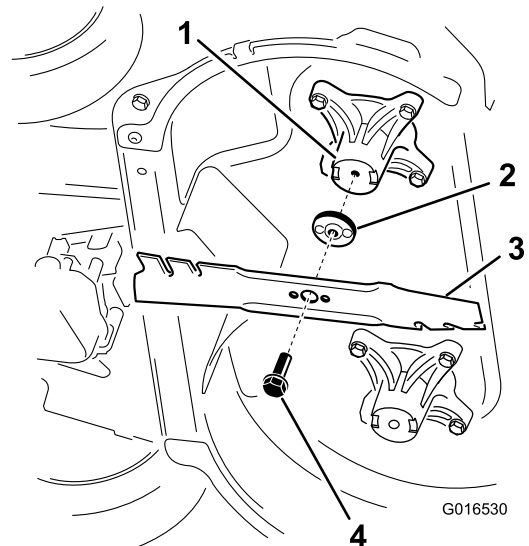

Figura 42
2. Retire cada lâmina como se mostra na Figura 42.
1. Instale a primeira lâmina de forma a que esteja na horizontal, juntamente com todos os dispositivos de montagem como se mostra na Figura 42.